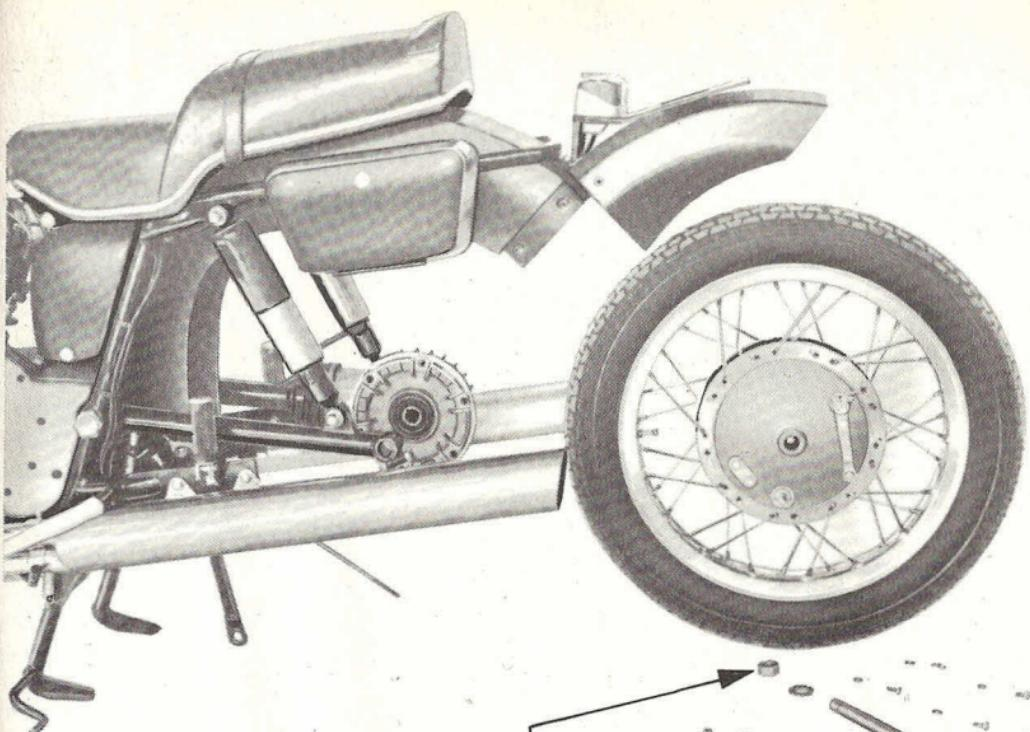

fig. 25
- Togliere il dado 1 fig. 25 registro levetta sulla flangia portaceppi e sfilare l'asta di comando del freno.
- Sfilare il tirante ancoraggio flangia portaceppi svitando il dado 2 fig. 25 con chiave mm. 14.
- Togliere le viti 3 fig. 25 che fissano la parte mobile del parafango.
- Togliere il dado 4 fig. 25 del perno ruota.
- Allentare il dado 5 fig. 25 sul braccio della forcella.
- Sfilare il perno ruota 6 fig. 25.
- Dévisser l'écrou 1 fig. 25 de réglage sur le levier sur la bride du porte-machoires et defiler la tige de commande du frein.
- Retirer la tige qui retient la bride du porte-machoires en dévissant l'écrou 2 fig. 25 avec une clef de 14 mm.
- Enlever les vis 3 fig. 25 qui retiennent la partie mobile du garde-boue.
- Dévisser l'écrou 4 fig. 25 de la broche de la roue.
- Desserrez l'écrou 5 fig. 25 sur le bras de la fourche.
- Retirer la broche de la roue 6 fig. 25. Avant de le remonter le nettoyer et graisser.
- Remove control lever adjust nut 1 fig. 25 at the brake shoe flange and remove the brake control rod.
- Unscrew nut 2 fig. 25 by means of a N. 14 spanner and remove the tie rod from the brake shoe flange.
- Remove screws 3 fig. 25 securing the movable part of the mudguard.
- Remove nut 4 fig. 25 from wheel spindle.
- Loosen nut 5 fig. 25 on fork leg.
- Remove wheel spindle 6 fig. 25.